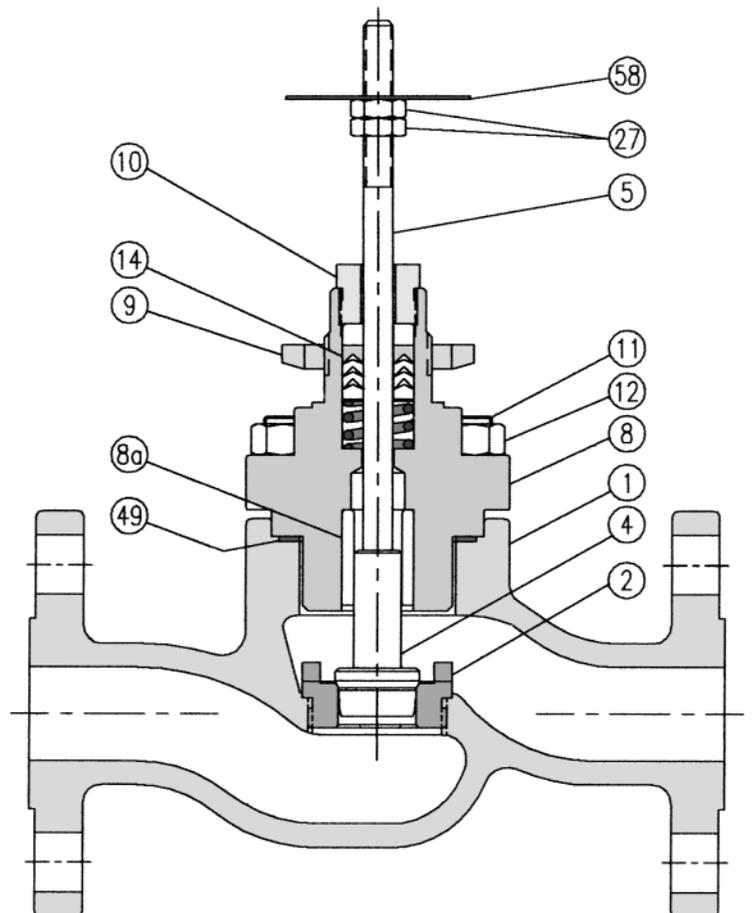

Abb. 1. Ventilgehäuse-Baugruppe, hier in Standardausführung mit federbelasteter PTFE-Dichtung
Anhand von Abb. 1 auf S. 5 und den Standard- und Sonderausführungen der auf S.11 abgebildeten Dichtungsstrukturen feststellen, welche Dichtung ursprünglich beim Ventil verwendet wurde.
- Die Dichtungshülse (10) entfernen und die alte Dichtung von der Unterseite der Haube aus herausdrücken.
4A. Standardmäßige federbelastete PTFE-V-Ring-Dichtung (s. Abb. 1, S. 5 und Abb. 6, S. 11): Jedes Teil in der Reihenfolge gemäß der Abbildung in Abb. 6 auf S. 11 vorsichtig einsetzen. Die Dichtungshülse (10) verdrehen, bis sie gegen die Haube (8) anliegt. Hierdurch wird die Dichtungsfeder (7) zusammengedrückt und eine gleichmäßige Abdichtung des Schafts während der Lebensdauer der Dichtung sichergestellt.